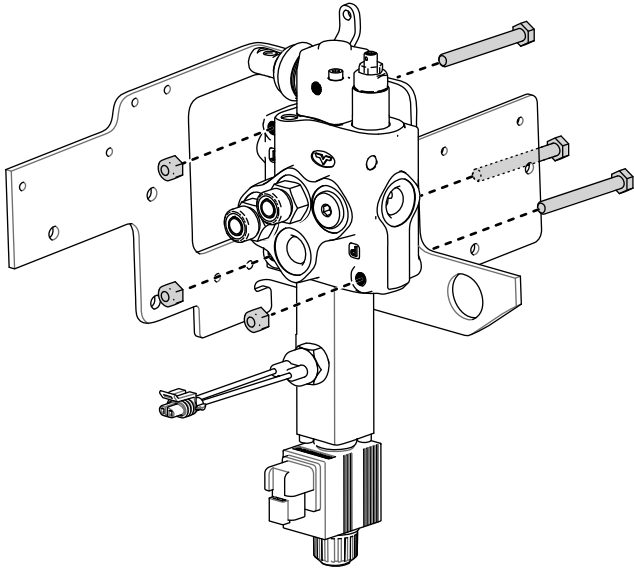

Figura 14
2. Fissate la valvola ausiliaria sulla staffa con i 3 bulloni e dadi anteriori (Figura 14).
Importante: Assicuratevi che i bulloni siano orientati come illustrato nella Figura 14.